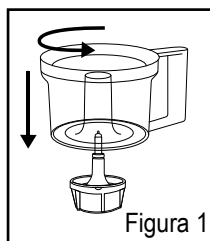

Figura 1
2. Coloque el recipiente de modo que las lengüetas en la base del accesorio se alineen con las aperturas en el recipiente. Gire el recipiente en el sentido contrario a las agujas del reloj hasta que haga un clic, trabando en su lugar y no gire más (Figura 1).